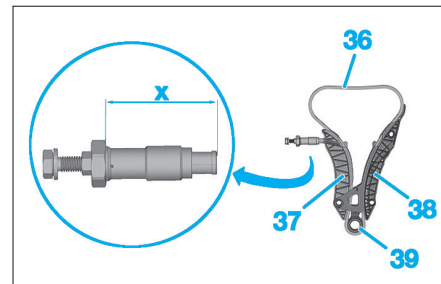

Fig. 19
- Déposer le tendeur modifié et relever la cote X entre la face d'appui du corps du tendeur et l'extrémité du piston (Sans joint d'étanchéité) (Fig.19).